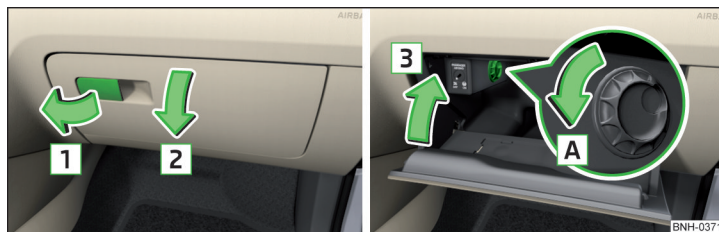

Abb. 79 Ablagefach öffnen / Ablagefach schließen und Luftzufuhr öffnen
- Den Griff in Pfeilrichtung **1** » Abb. 79 ziehen.
» Abb. 79.
- Durch das Drehen des Drehschalters in Pfeilrichtung **A** bis zum Anschlag wird die Luftzufuhr **geöffnet** » Abb. 79.